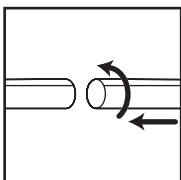

FIGURE 1
6. Brancher les rallonges (Pas standard sur tous les modèles) sur le côté accessoire du tuyau souple. Les tourner légèrement pour les serrer. **FIGURE 1.**
7. Poser un accessoire de nettoyage (en fonction de ce que l'on doit aspirer) sur les rallonges. Le tourner légèrement pour le serrer. **FIGURE 1.**